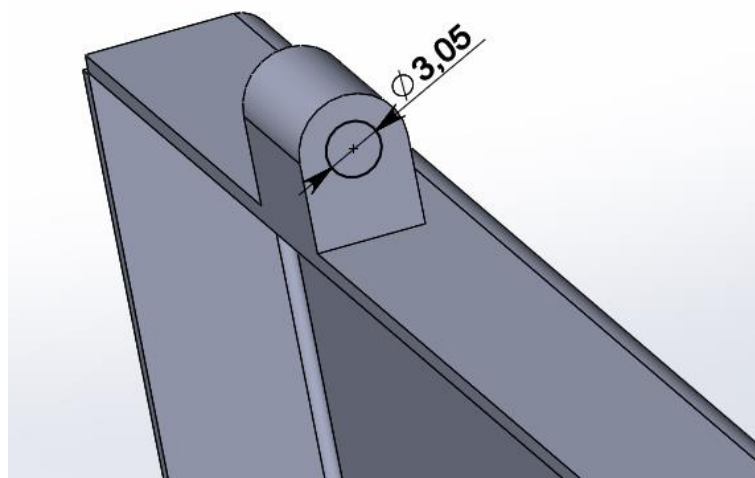

Рисунок 29 – создание эскиза для оси петли на крышке
38. Выбрать операцию «**Окружность**». Наведя курсор на скругленное ребро, определить центр окружности, построить окружность диаметром 3.05 мм (рис. 29). Выйти из режима эскиза.